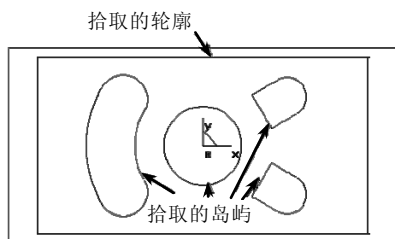

图 2-55 拾取的加工轮廓与岛屿
1) 完成加工参数设置后,单击“确定”按钮,系统在界面的左下方提示“拾取轮廓”,拾取的轮廓如图 2-55 所示。系统提示“继续拾取轮廓,按右键进行下一步,按 ESC 取消”,直接单击右键即可。
2) 单击右键后系统提示“拾取岛屿”,拾取的岛屿如图 2-55 所示。